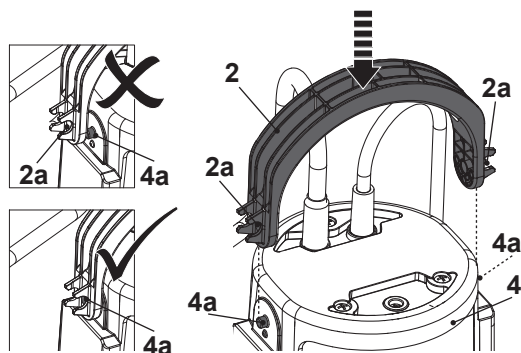

Fig. 1
- Alignez les orifices (2a) de la poignée de transport (2) avec les ergots (4a) de la tête de pompe (4) et appuyez la poignée de transport (2) contre les ergots (4a) du haut vers le bas (Fig. 1).
- Assurez-vous que les ergots (4a) passent dans les orifices (2a) de la poignée de transport (2) en faisant un son audible.